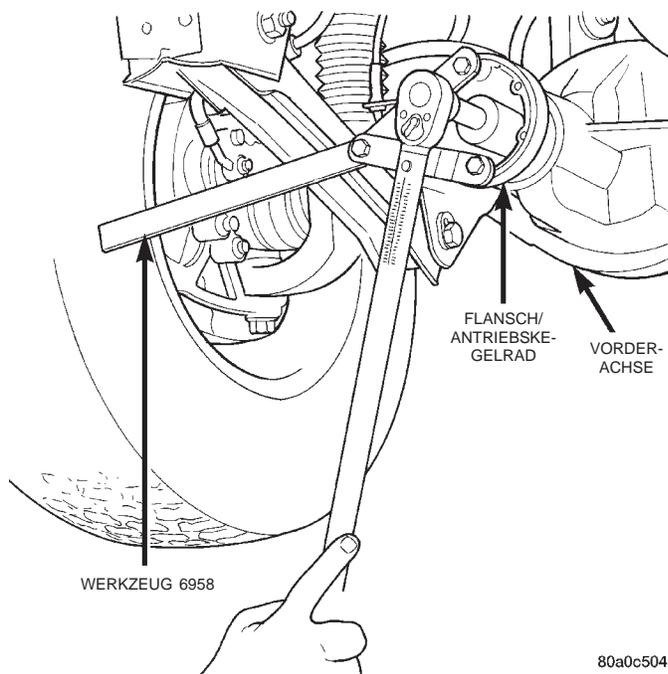

Abb. 10 Mutter der Gelenkgabel am Antriebskegelrad anziehen
(5) Wenn das Drehmoment zu gering ist, Gelenkgabel mit Haltegriff 6958 festhalten (Abb. 10). Die Mutter in Schritten von 6,8 N·m (5 ft. lbs.) festziehen, bis das Anzugsmoment richtig eingestellt ist.